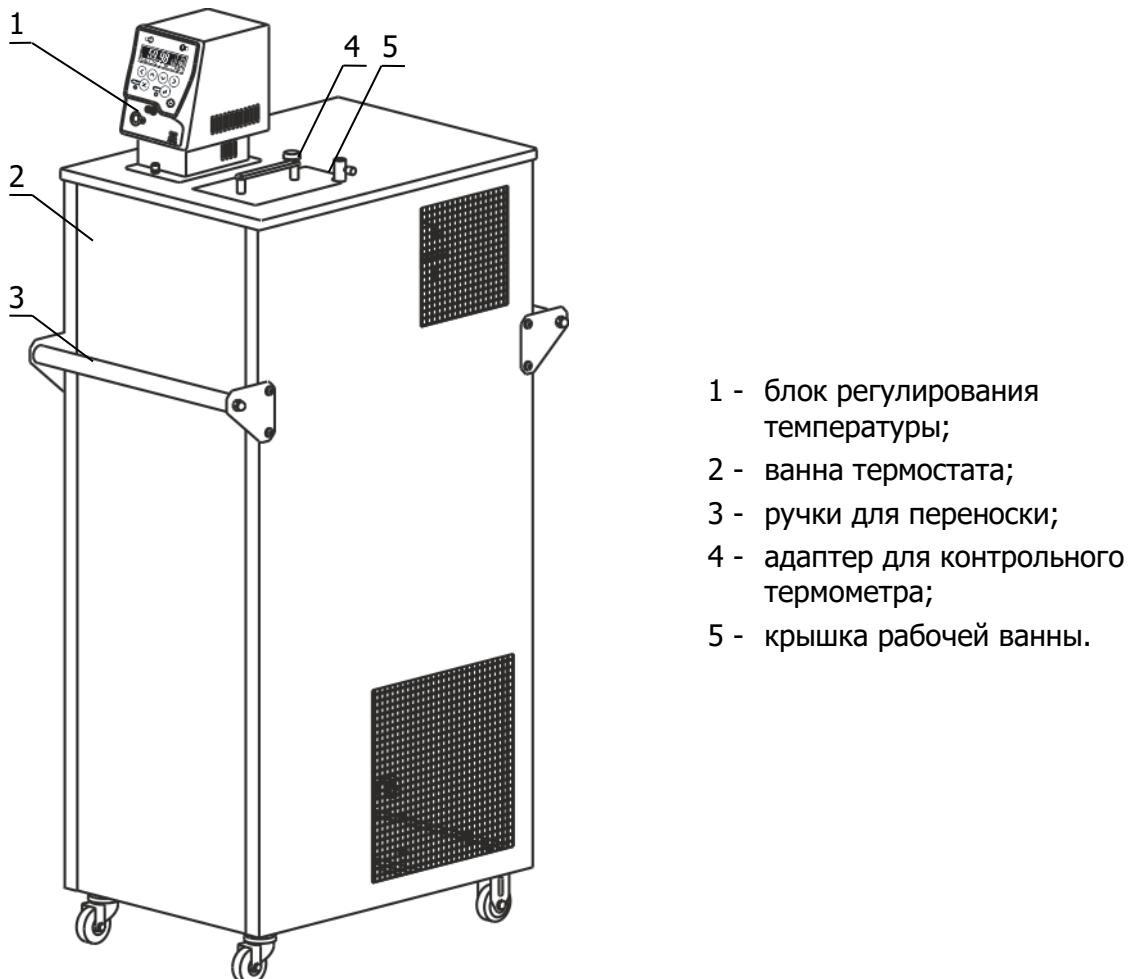

Рисунок 1 — Внешний вид термостата
- использовать крышку рабочей ванны 5 (рисунок 1), ограничивающую доступ воздуха к поверхности теплоносителя;